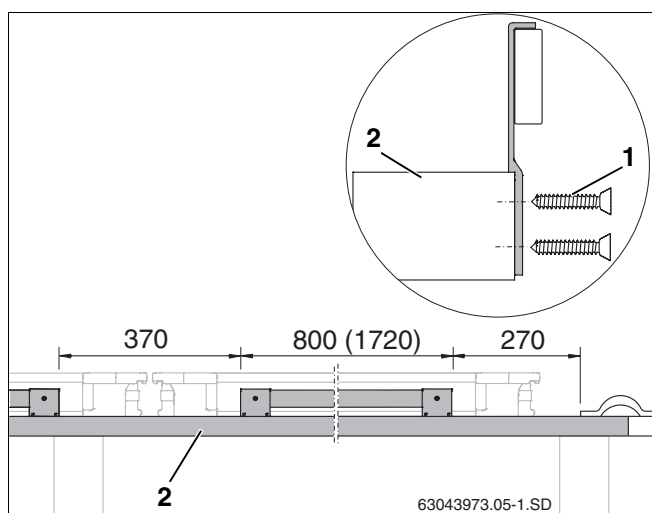

Fig. 11 Fixer les dispositifs anti-glisement sur la latte (dimensions en mm, valeur entre parenthèses = modèle horizontal)
- Poser le dispositif anti-glisement sur la première latte supplémentaire (fig. 11, **pos. 2**) et fixer à l'aide de deux vis 4 x 40 (fig. 11, **pos. 1**) (respecter les dimensions indiquées).